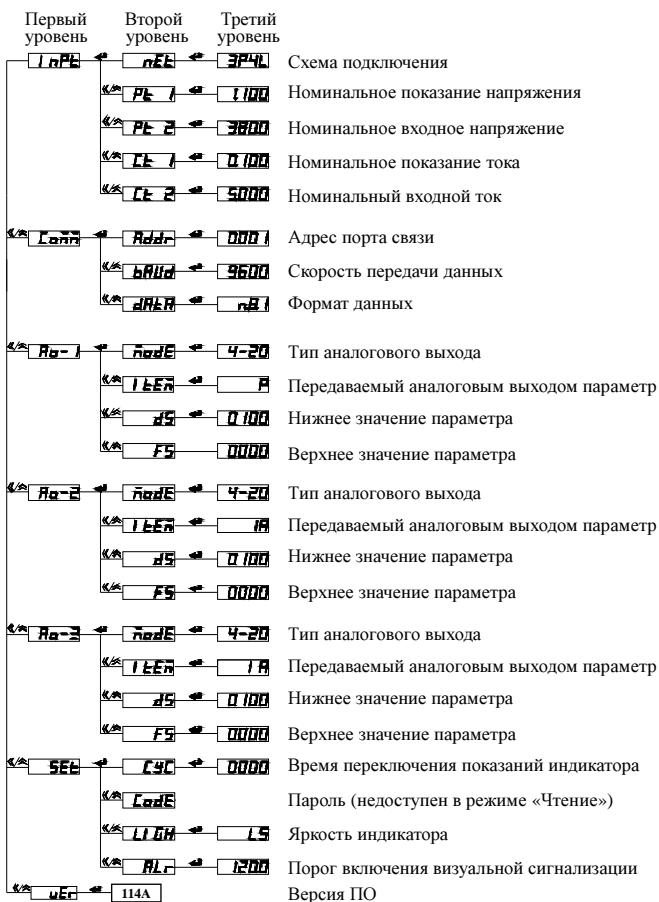

Рис. 4.10 – Структура меню ампервольтметра (PD194UI-2K4T) в режиме *read*
3) На рис. 4.10 приведена структура меню трехфазного вольтметра PZ194U-2K4T, трехфазного амперметра PA194I-2K4T и трехфазного ампервольтметра PD194UI-2K4T в режиме **rERd**.